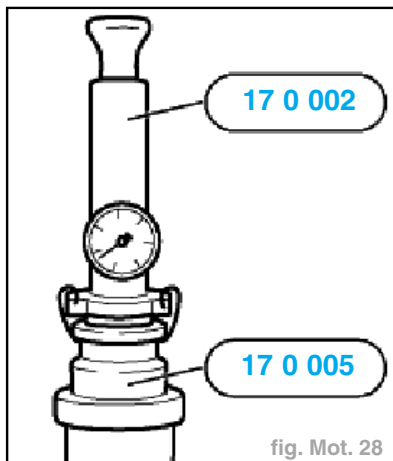

fig. Mot. 28
- Monter l'outil de contrôle **17 0 002 / 17 0 005**. (fig. Mot. 28)